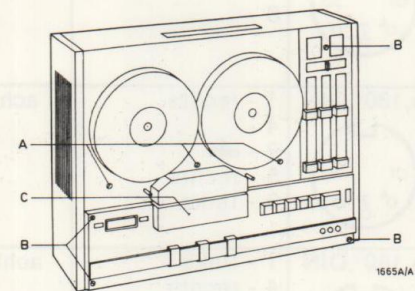
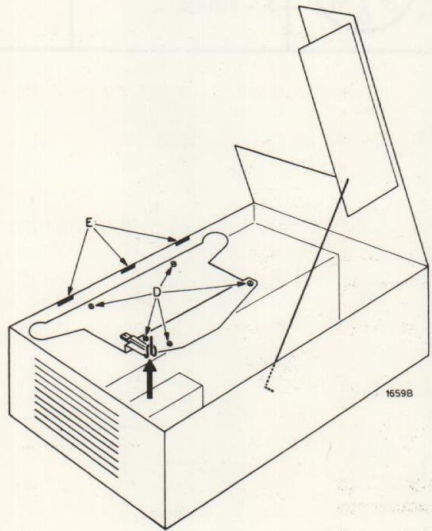

Fig. 1
Fig. 2
- De afdekplaat kan verwijderd worden, nadat de 3 schroeven A verwijderd zijn. Voor het vervangen van koppen, drukrol enz, moet bovendien de voorste kopafdekking C worden verwijderd (Fig. 1). Ter voorkoming van trillen van de afdekplaat zijn op de achterste sierlijst drie rubber strips E aangebracht. Deze moeten op hun plaats blijven als de afdekplaat weer wordt aangebracht (Fig. 2).
- Nadat de 4 schroeven B verwijderd zijn, kan het complete versterkerpaneel naar rechts worden omgeklapt (het paneel moet eerst iets worden opge- licht). Met behulp van de haak, die op de bodem van de kast is vastgeklemd, kan het paneel in de opengeklapte toestand worden vastgezet. Hiertoe wordt deze haak in het gat op de koelplaat van de eindtransistoren gehaakt (Fig. 2). Het loopwerk blijft met een kabelboom met het versterkerpaneel verbonden, zodat het apparaat normaal werkt. Als het paneel uit de kast ver- wijderd moet worden, moet de steker aan de zijkant van het loopwerk worden losgenomen. Bovendien moeten de luidspreker- en voedingsspan- ningverbindingen worden losgenomen (opsteek- verbindingen).